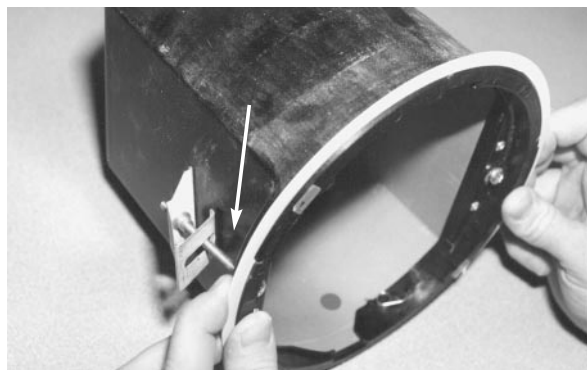

Figura 10 Colocación del cerco de montaje
- Empuje el cerco opcional sobre las abrazaderas de la caja de montaje (FIGURA 10).